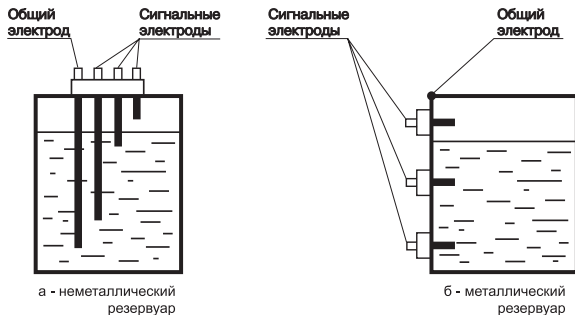

Рис.2
3.1.2. В приборе в качестве датчиков уровня применяются **кондуктометрические зонды**, которые могут быть использованы для контроля уровня жидкостей, обладающих электропроводностью. Например, растворы кислот и щелочей, расплавленные металлы, вода и водные растворы солей, молоко и т. п. Кондуктометрические зонды простейшей конструкции представляют собой изолированные друг от друга металлические электроды, выполненные из коррозионностойких материалов. Один из электродов является **общим** для всех каналов контроля. Он устанавливается в резервуаре так, чтобы рабочая часть электрода находилась в постоянном контакте с жидкостью во всем диапазоне контроля (от нижнего уровня до верхнего включительно). Подключается этот электрод к одному из контактов прибора «Общий» (рис. 2, а).
Примечание. При контроле уровней жидкости в металлическом резервуаре в качестве общего электрода может быть использован корпус резервуара (рис. 2, б).